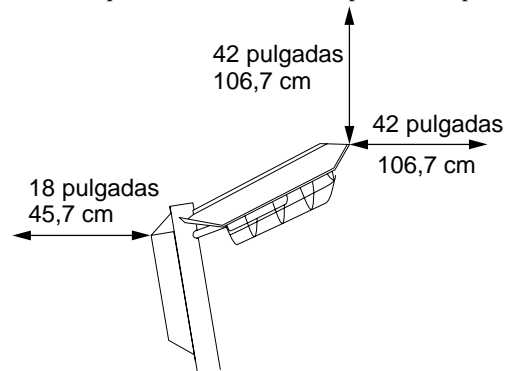

Figura 1: Distancias a combustibles
- Distancias mínimas entre el calentador y combustibles: Parte trasera: 45,72 cm (18 pulgadas); Partes superior, delantera y laterales: 106,68 cm (42 pulgadas) (consulte la figura 1, página 15).